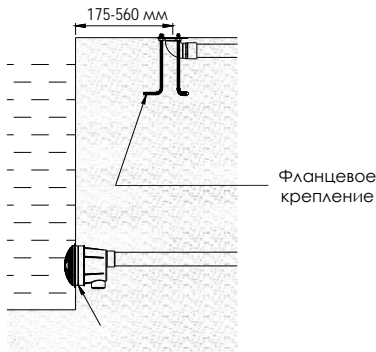

Рисунок 1
- 1) Для **НОВОГО** бассейна монтаж трубы с входным фитингом и фланцевым креплением можно выполнить заранее (Рисунок 1).
- 4) Фланцевое крепление должно находиться на расстоянии не менее 175 мм-560 мм от края бассейна, рекомендуется расстояние 350 мм (Рисунок 1).